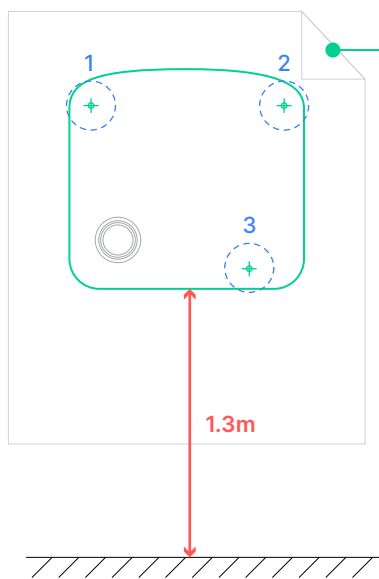

Abb. 4 - Bohrschablone für Montagepunkte der Ladestation
4. Markieren Sie an der Wand die Position der 3 Befestigungspunkte der Ladestation. Zur schnellen und korrekten Markierung der Befestigungspunkte verwenden Sie bitte die mitgelieferte Bohrschablone. Es wird empfohlen, die Ladestation 1,3 m über dem Boden zu installieren. (**Abb. 4-Seite 16**)